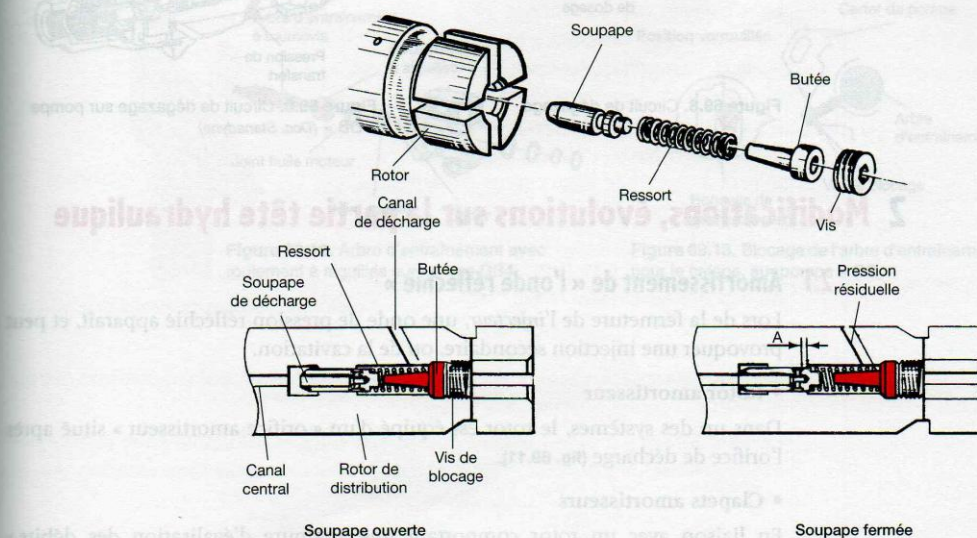

Figure 69.7. Soupape de décharge
Son rôle consiste à réduire la *pression* dans les canalisations HP aussitôt après l'injection afin d'assurer la fermeture de l'*injecteur* ; c'est la « rétraction » (fig. 69.7).
- Il faut respecter le couple de serrage de la vis en bout de rotor (fig. 69.7).